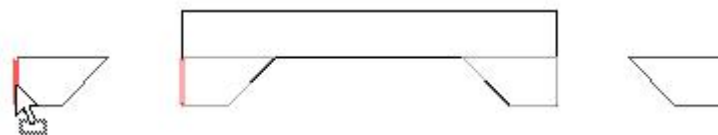

图 4-30 水平移动楼板边缘
• 要移动单段楼板边缘，选择此楼板边缘并水平拖动它。要移动多段楼板边缘，选择此楼板边缘的造型操纵柄。将光标放在楼板边缘上，并按 Tab 键高亮显示造型操纵柄。观察状态栏以确保高亮显示的是造型操纵柄。单击以选择该造型操纵柄。向左或向右移动光标以改变水平偏移。这会影响此楼板边缘所有线段的水平偏移，因为线段是对称的（图 4-30）。移动左边的楼板边缘也会移动右边的楼板边缘